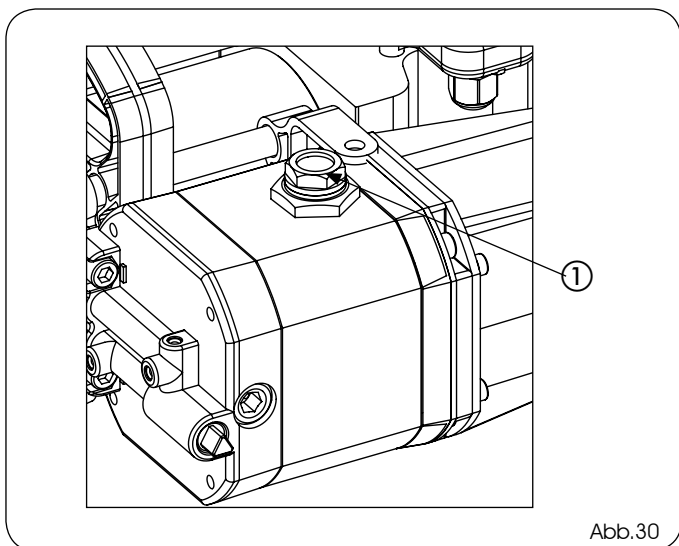

Abb.30
- 10) Öl nachfüllen, bis der Ölstand unter dem Stopfen ist (Abb. 30, Bez①)